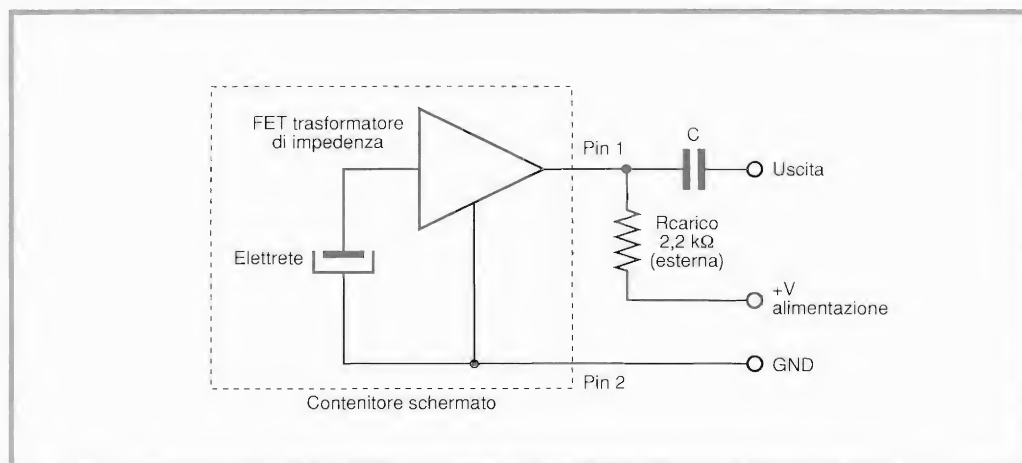

Figura 7.1. Struttura di un microfono ad elettrete a due terminali.
**L**a maggior parte dei trasmettitori presentati in questo volume monta microfoni ad elettrete al cui interno trova posto uno stadio preamplificatore come mostra la Figura 7.1. Questo tipo di microfono possiede solo due terminali: uno per la massa ed uno nel quale confluiscono sia la tensione di alimentazione continua sia il segnale d'uscita.